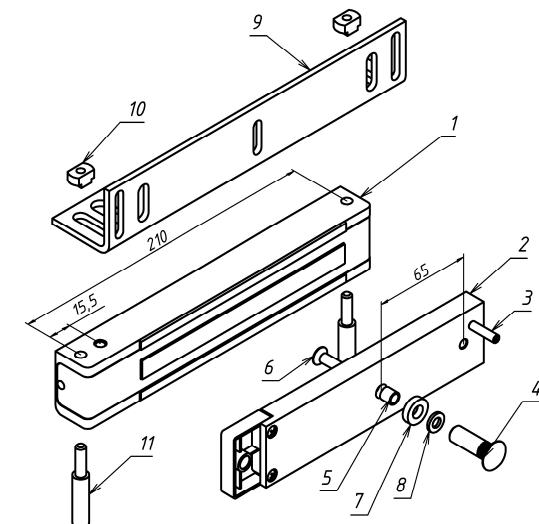

Рисунок 1
3.1 Комплект поставки (рисунок 1):
- корпус (1)
- якорь (2)
- комплект крепления якоря: штифт (3), втулка (4), втулка проходная (5), винт M6x35 (6), кольцо уплотнительное (7), шайба (8).
- L-уголок AL-300PR (9)
- втулка (10)
- винт (11)